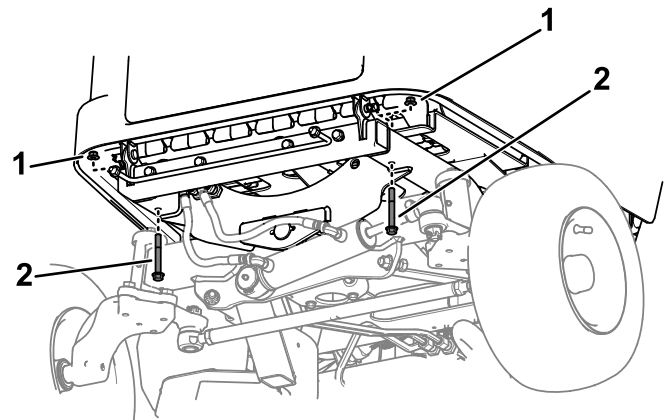

Bild 11
2. Entfernen Sie die beiden Schrauben ($\frac{3}{8}$ " x $2\frac{3}{4}$ ") und Muttern ($\frac{3}{8}$ "), mit denen das hintere Akkufach am Rahmen befestigt ist, und bewahren Sie diese auf (Bild 11).